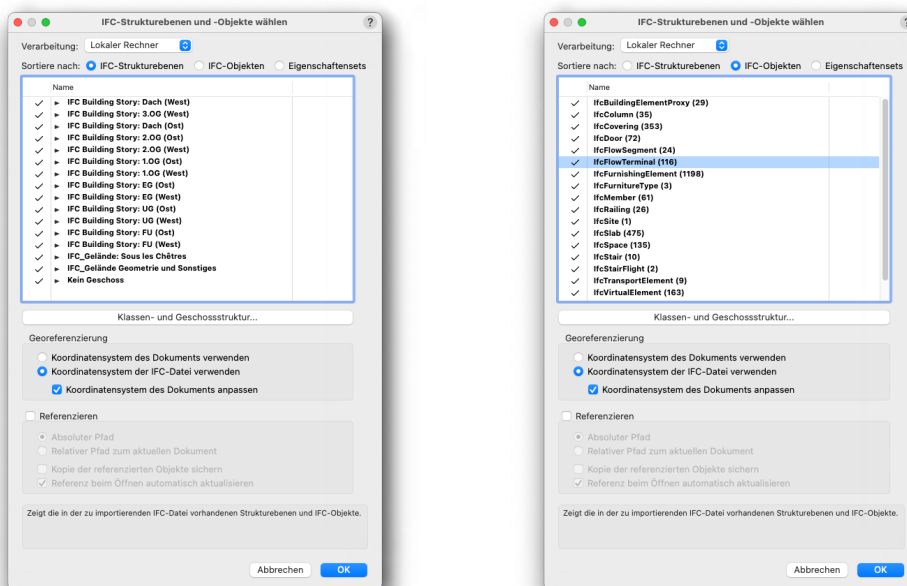

Abb. 31: IFC-Strukturebenen und -objekte auswählen
4. Standardmäßig werden alle IFC-Strukturebenen und -Objekte importiert. Es kann jedoch ein Filter angewendet werden, um bestimmte Strukturebenen (z. B. Geschosse) oder bestimmte Objekte auszuschließen (ABB. 31).